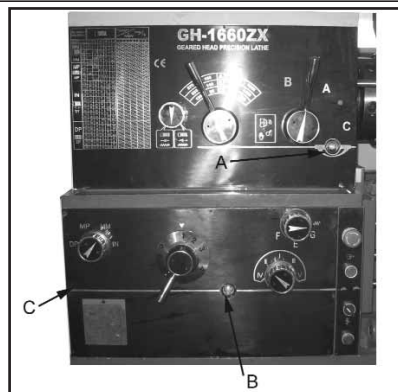

Fig. 4
1. **Spindeldokke** – Oljen får aldri være under markeringen i optiske øyet (A, fig. 4). Bruk Mobil DTE® Oil Heavy Medium. Skru ut pluggen opp til på spindeldokken og fyll på olje. Avtapping: Skru ut pluggen på venstre side av spindeldokken, i nedre bakre hjørnet. Tapp ut all olje og rense ut alle metallspen. Bytt olje første gang etter en måneds bruk. Bytt så olje annen hver måned.
2. **Gearkasse** – Oljen får ikke være under markeringen i det optiske øyet (B, fig. 4). Bruk Mobil DTE® Oil Heavy Medium. For å fylle på olje: Skru ut de to skruene på lokket. Avtapping: Skru ut pluggen (C, fig. 4) på gearkassens venstre side. Tapp ut og bytt all olje første gang etter tre måneders bruk. Bytt så olje var sjetten måned.